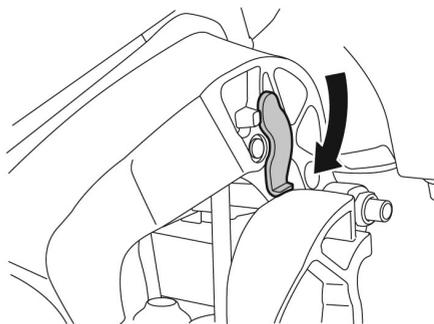

Рис. 39 Упорный рычаг
3. Только для моделей F50FEL-T-EFI, F60FEL-T-EFI и F115FEX-T-EFI: для фиксации подвесного лодочного мотора в крайнем верхнем положении (для разгрузки механизма электрического подъемника на время продолжительной стоянки) опустите упорные рычаги с обеих сторон мотора (Рис. 39). Нажмите на кнопку управления электрическим подъемником в положение DN (вниз) и осторожно опустите мотор на упорные рычаги. Мотор должен остаться в поднятом положении.